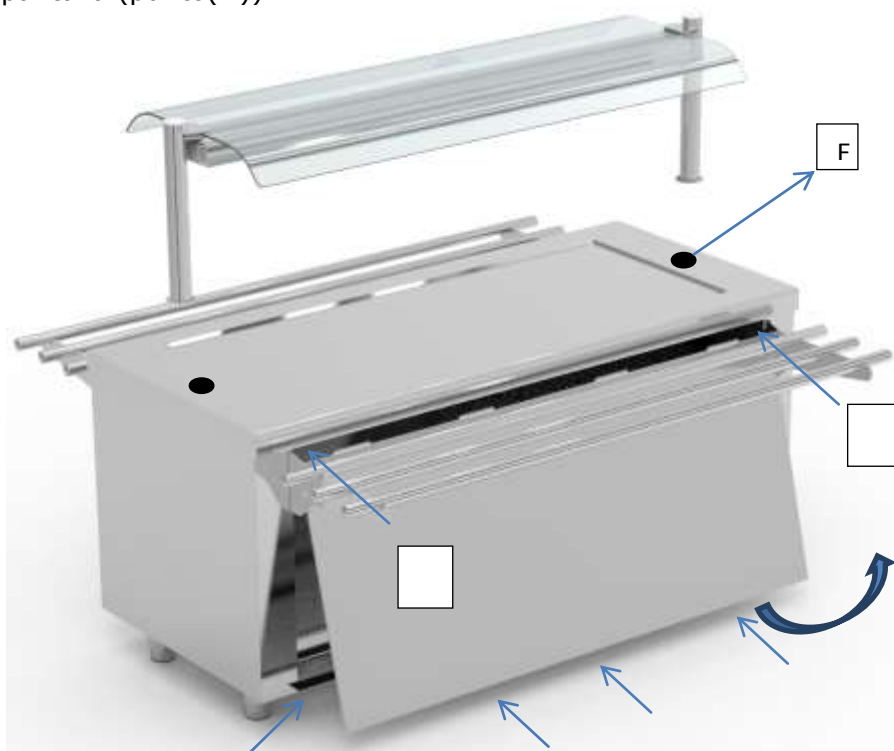

Fig.2
3. Para hacer la instalación eléctrica de la pantalla, pasar los cables por el taladro dispuesto a tal fin en la encimera (punto (D)) y conectarlos a la entrada del interruptor.
En el caso de que el elemento sobre el que vayamos a colocar la pantalla sea una isla (ver fig.2), deberemos de quitar uno de los respaldos; para ello quitamos los tornillos de la parte inferior: punto (F) que sujetan el faldón, y tiramos de este hacia nosotros y luego hacia abajo.